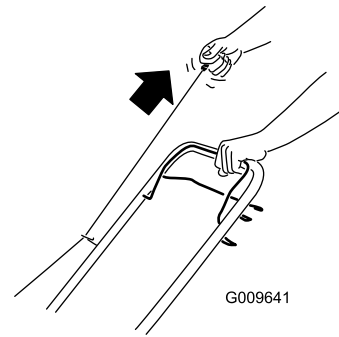

Figura 14
2. Tire del arrancador de retroceso (Figura 14).
Nota: Cuando tire del arrancador de retroceso, debe tirar suavemente hasta que note resistencia; luego tire con fuerza (Figura 14). Deje que la cuerda vuelva lentamente al manillar.